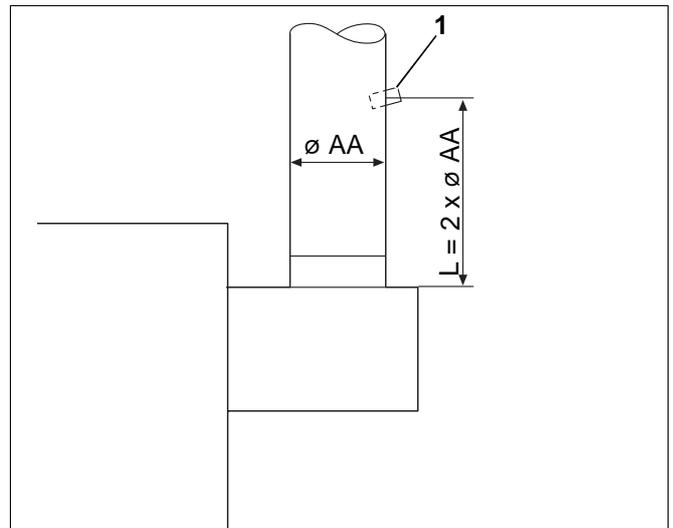

Abb. 28 Messwerte aufnehmen
Für die folgenden Messungen müssen Sie eine Messstelle im Abgasrohr (Abb. 28, **Pos. 1**) anbringen. Der Abstand von der Strömungssicherung muss dem doppelten Abgasrohrdurchmesser (AA) entsprechen.
- Messstelle im Abgasrohr (Abb. 28, **Pos. 1**) an der dem Heizkessel abgewandten Seite anbringen. Dazu ein Loch mit einem Durchmesser von 8 mm in das Abgasrohr bohren.